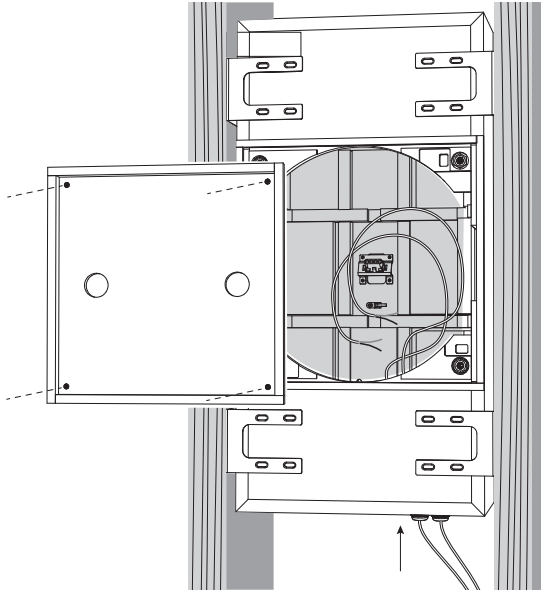

图 3. 扬声器线的安装。
1. 松开后盖上的四个螺钉, 将其固定就位 (图 3)。
2. 通过一根电缆密封管插入扬声器导线, 并留出足够的松弛度以进行连接 (图 3)。拧紧电缆固定头, 并系紧扬声器电缆, 以防止其在运行中移动和嘎嘎作响。确保扬声器电缆没有与可能损坏绝缘材料的钉子或螺丝接触。提供第二根电缆密封套, 以允许安装第二根扬声器电缆。